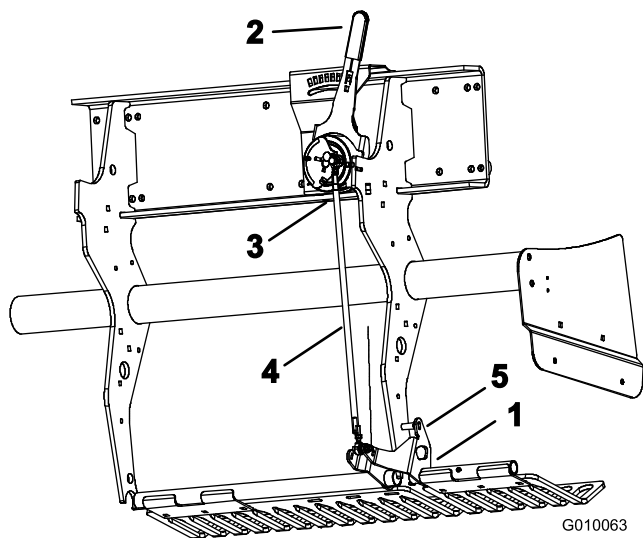

Figura 58
1. Girate verso l'alto la staffa di montaggio della protezione del tappeto erboso sinistra (Figura 58) per inserire un perno di bloccaggio (bullone o fioretto 5/16 poll.) tra la staffa e il tubo di impostazione della profondità saldato al telaio.
2. Spostate la leva di adattamento al terreno (Figura 58) in posizione H (profondità massima).
3. Scollegate l'interruttore a sfera (Figura 58) dal cablaggio preassemblato (interruttore 'testa abbassata').
4. Allentate i controdadi sinistro e destro sul tirante di regolazione della profondità (Figura 58).